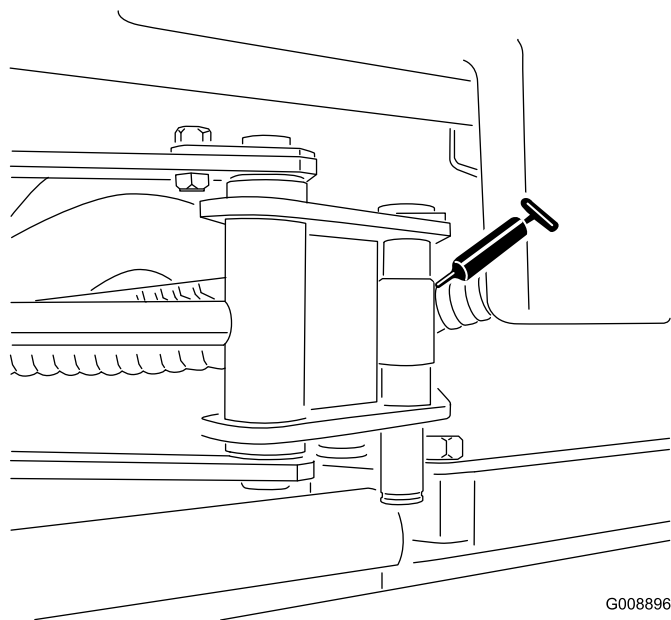

Рисунок 36
- Два торца цилиндров SideWinder (Рисунок 36)